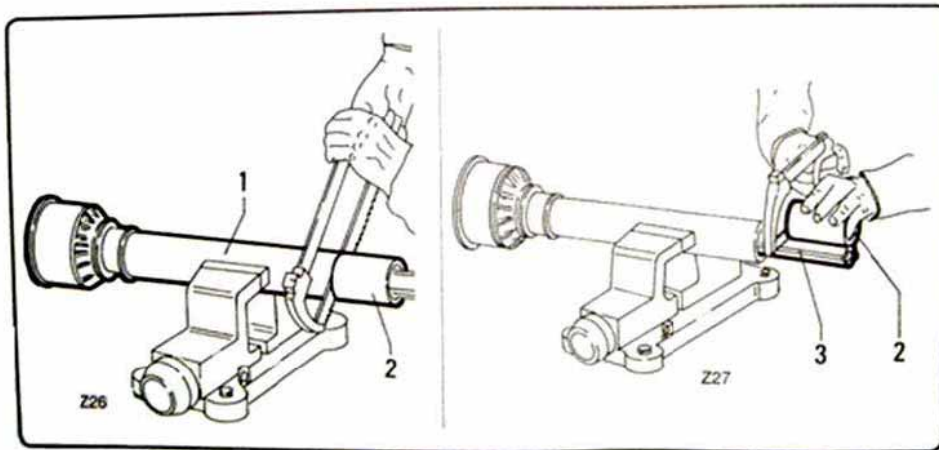

fig. 4.3.2
- Kürzen Sie Teil „1“ (Abb. 4.3.2) um die oben dargestellte Länge.